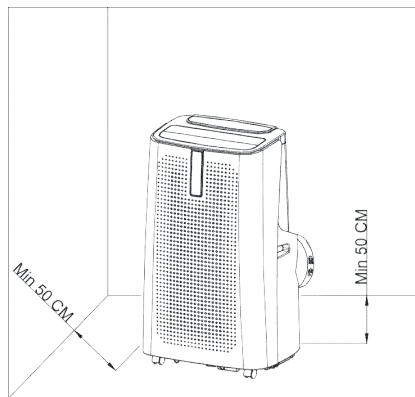

Bild 4
1) Flytta maskinen med installerat värmerrör och fästen framför fönstret, och håll ett avstånd mellan höljet och väggarna eller övriga objekt på minst 50 cm (se bild 4).